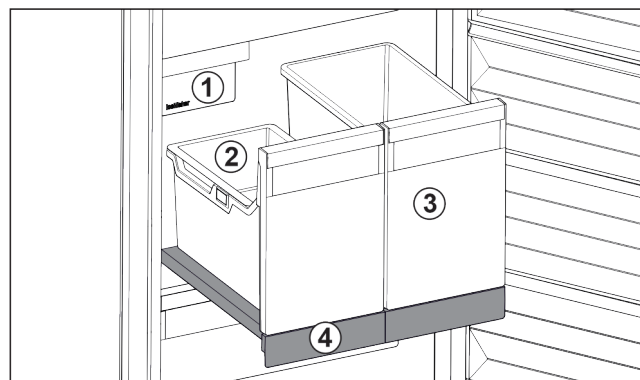

Fig. 122 Compartiment coulissant avec IceTower
- (1) IceMaker
- (2) Balconnet pour glaçons
- (3) Bac pour pizzas, boissons alcoolisées, etc.
- (4) Compartiment coulissant
Le compartiment coulissant comprend deux bacs hauts (IceTower). Le bac Fig. 122 (2) permet de recueillir et de stocker les glaçons de l'IceMaker. Les bacs Fig. 122 (3) sont conçus pour stocker des aliments hauts comme les pizzas et boissons alcoolisées.